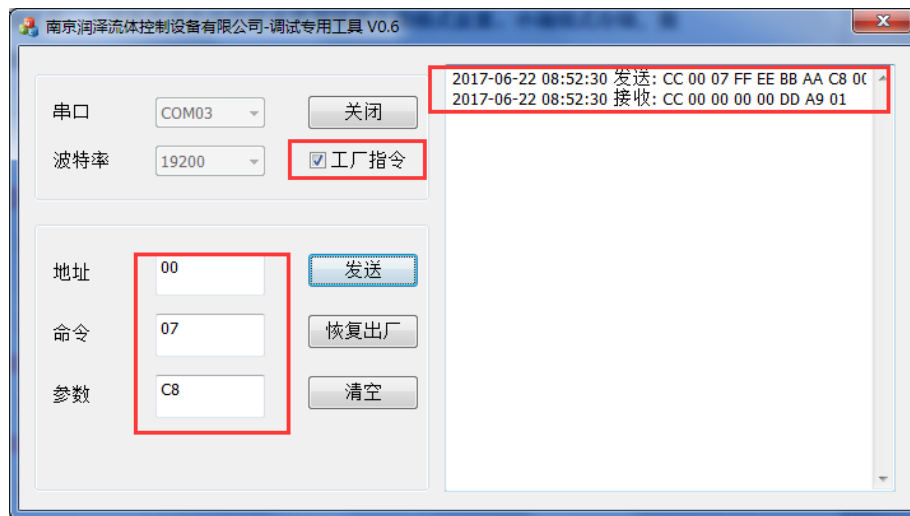

图 5
- 1、点击勾选工厂指令（如图 5）
1、在地址栏输入地址为 00（默认为 00，若已修改地址，则输入已修改的地址）命令行输入设定速度的代码 07，在参数行输入需要的速度 C8，点击发送此时回复指令应为图 5 所示即为正确。（这里输入的参数为十六进制）（如图 5）